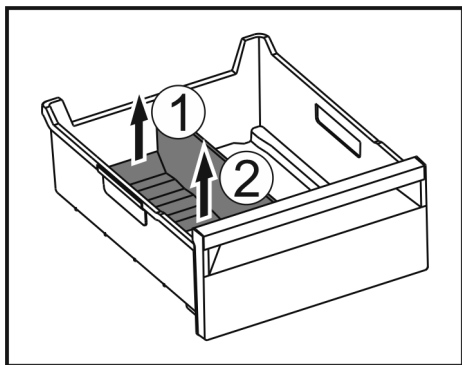

Fig. 145
- ▶ Lyft upp frysacksdelarens bakre del. Fig. 145 (1)
- ▶ Ta ut frysacksdelaren uppåt. Fig. 145 (2)